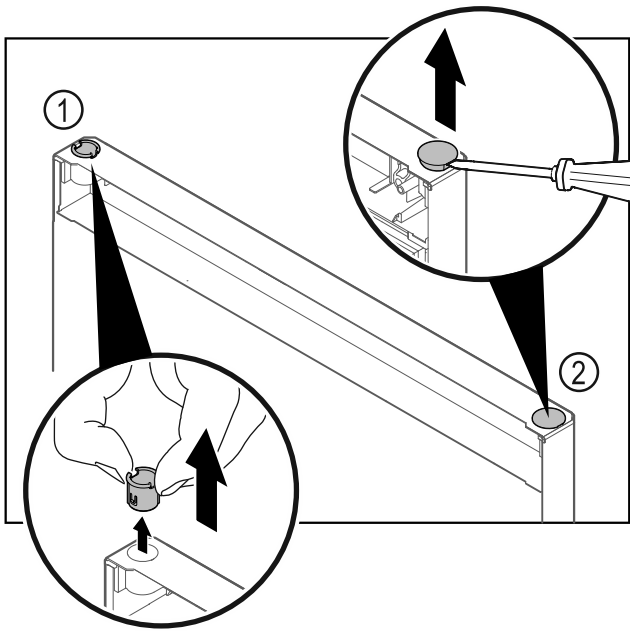

Fig. 24
- ▶ Pouzdro závěsu Fig. 24 (1) vytáhněte prsty.
- ▶ Krycí zátku Fig. 24 (2) opatrně nadzvedněte plochým šroubovákem a vytáhněte.